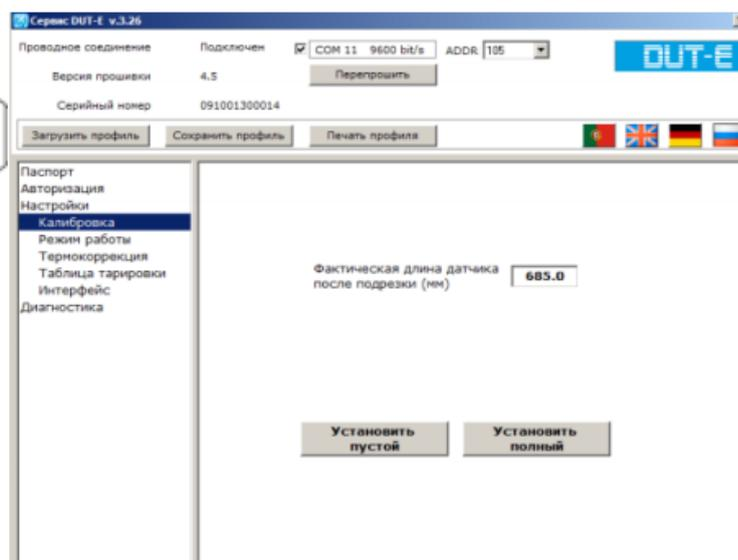

Рисунок 3 - Подменю Настройки - Калибровка
- 4) Ввести значение в поле «Фактическая длина датчика после подрезки» (Рисунок 3);
- 6) Для калибровки датчика на минимальный уровень топлива нажать кнопку «Установить пустой» (Рисунок 3);
- 9) Для калибровки датчика на максимальный уровень топлива нажать кнопку «Установить полный» (Рисунок 3);